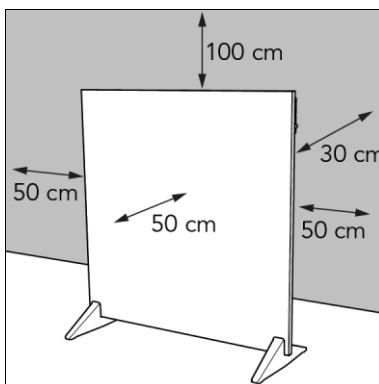

Figure 7
2. Placez l'appareil en respectant une distance minimale (figure 7) de :